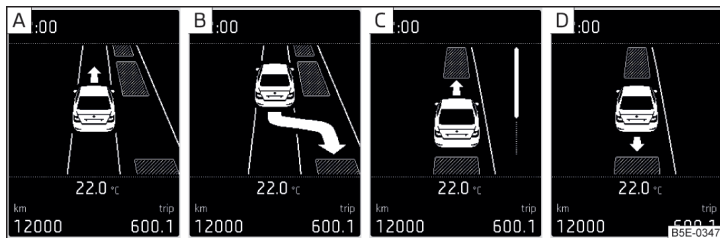

Fig. 141 Visualización en pantalla
Cuando el sistema ha reconocido una plaza de aparcamiento adecuada, esta se muestra en la pantalla » fig. 141 - A.
- » Avance hasta que se reproduzca el aviso en la pantalla » fig. 141 - B.
- » Si en la pantalla parpadea la flecha hacia delante » fig. 141 - C, ponga la primera marcha y/o coloque la palanca selectora en la posición D/S.
- » Si en la pantalla parpadea la flecha hacia atrás » fig. 141 - D, conecte nuevamente la marcha atrás y/o coloque la palanca selectora en la posición R.